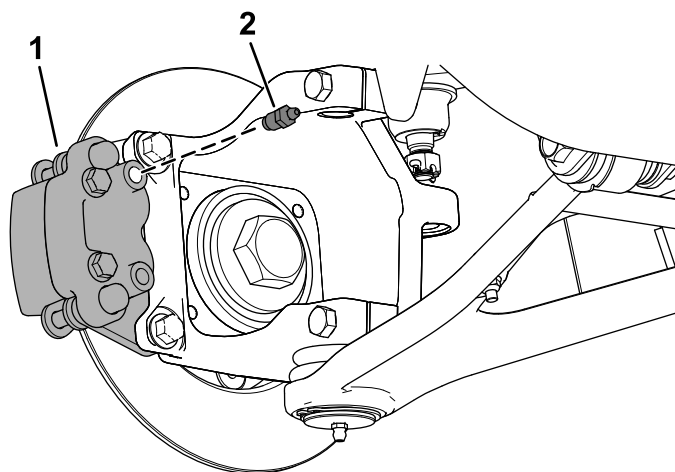

**Figure 9**
5. Fixez le nouvel étrier de frein aux porte-fusées et aux essieux arrière à l'aide des 2 boulons à embase (3/8" x 1") retirés précédemment, comme montré à la Figure 9.